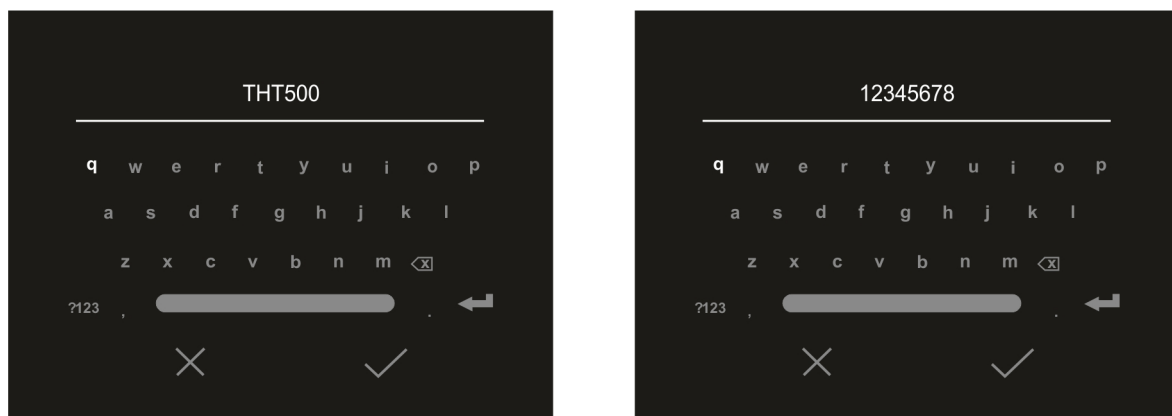

Fig. 18: Definizione SSID e Password del collegamento WiFi
3. Toccare la voce “SSID” per definire un identificatore ID personalizzato della connessione WiFi (default THT500). La videata di Fig. 18 – parte sinistra è mostrata a display
5. Toccare la voce “Password” per definire la Password personalizzata della connessione WiFi (default “12345678”). La videata di Fig. 18 – parte destra è mostrata a display